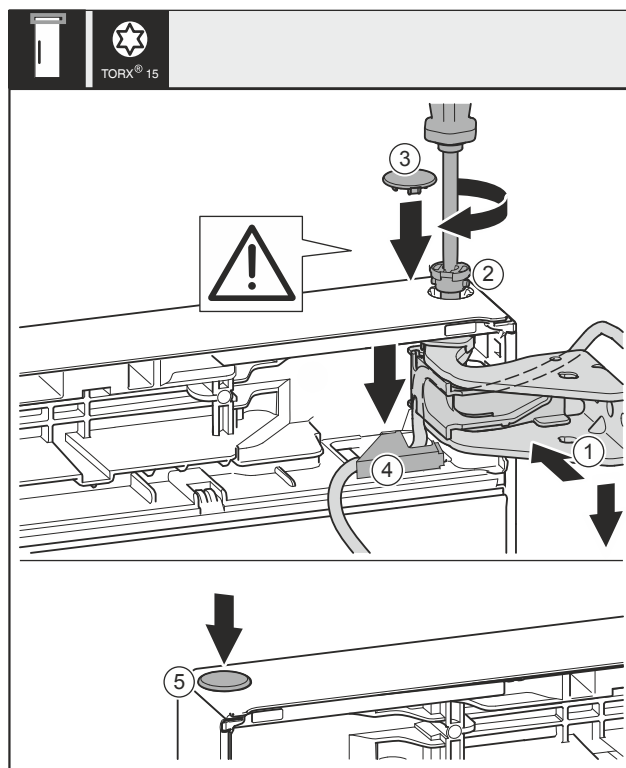

Fig. 38
- Alinee la puerta en la parte superior con el orificio en el soporte del cojinete Fig. 38 (1).
- Inserte el perno Fig. 38 (2) y apriételo con un destornillador.
- Monte la cubierta de seguridad para asegurar la puerta: Introduzca la cubierta de seguridad Fig. 38 (3) y compruebe que se apoya en la puerta. De lo contrario, inserte los pernos completamente.
- Inserte la cubierta Fig. 38 (4) y presiónela hacia abajo hasta que encaje en su sitio.
- Inserte el tapón Fig. 38 (5).